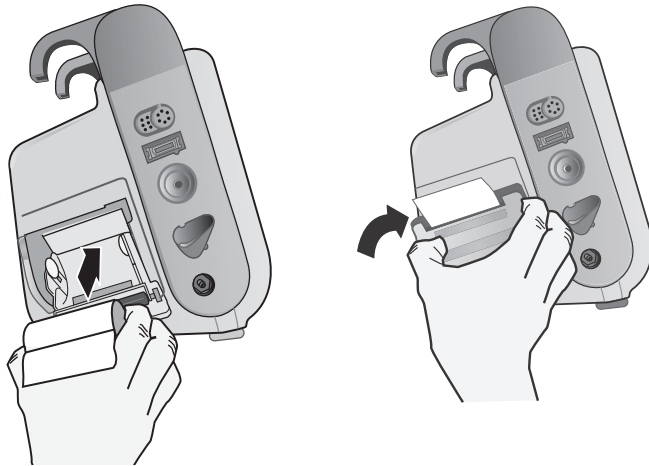

Figure 24-2. Insertion du papier et fermeture de la porte de l'imprimante
4. Replacer du papier dans l'appareil et fermer le capot (voir Fig. 24-2).